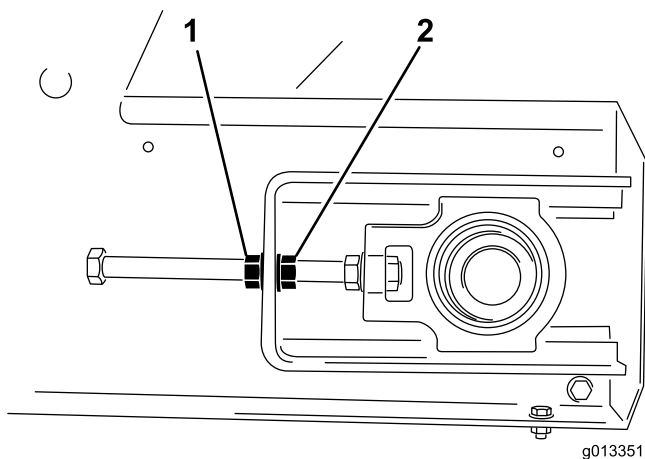

図 55
- テンションロッドが回らないようにロッドの端部をレンチで押さえながら、もう本のレンチでロッキングナットロッドの端部に一番近いナットをゆるめる 図 55。
3. ベルトが寄ってくる側で調整する。テンションロッドが回らないようにロッドの端部を押さえながらロッキングナットをゆるめ、調整ナットをナットの面分締めつける 図 55。